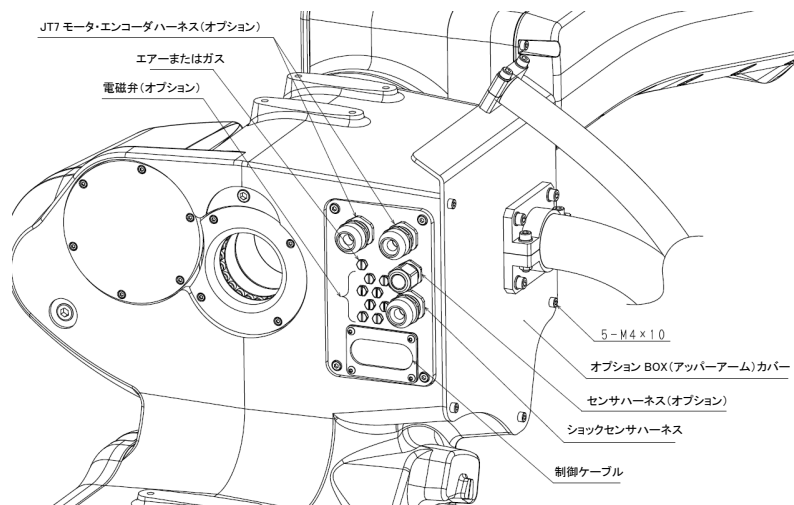
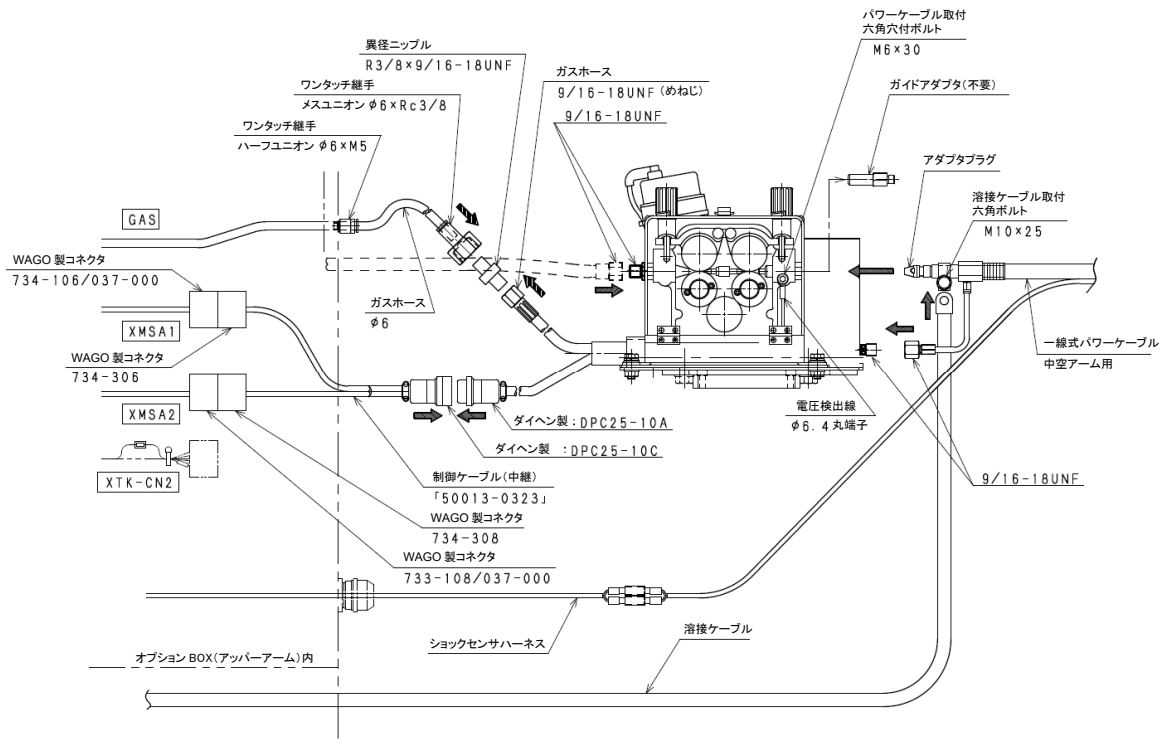

図 1.9 オプション BOX(アッパーアーム)の外観(BA013N)
図 1.10 制御ケーブルおよびガスホースの接続 (BA013N)
1. 図1.9を参考に上部アームにあるオプションBOX(アッパーアーム)のカバーを5本の六角穴付ボルト(M4×10)を外して開けてください。
2. 図1.10を参考にオプションBOX内ケーブル付属のコネクタ(XMSA1, XMSA2)と制御ケーブル(中継)(オプション)を接続してください。また、図1.9のエアーまたはガスの配管系統にワンタッチ継手(オプション)、ガスホース(オプション)、ワンタッチ継手(オプション)、異径ニップル(オプション)を取り付け、ワイヤ送給装置のガスホースと接続してください。
3. 一線式パワーケーブルのショックセンサハーネスを図1.10のショックセンサハーネスの配線系統に接続されているコネクタに接続してください。(ショックセンサハーネスの接続は後述の「一線式パワーケーブルの取り付け」を参照してください。)